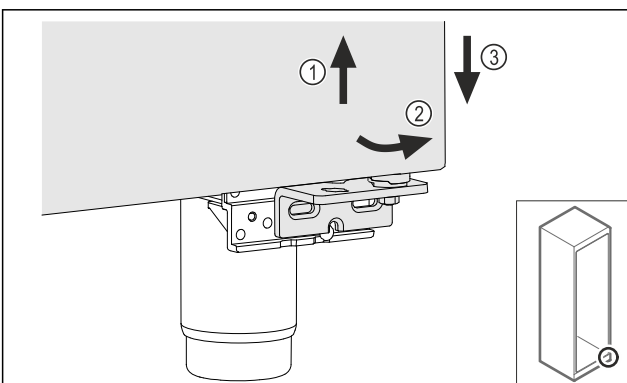

Fig. 24
- Soulever légèrement la porte Fig. 24 (1), la faire basculer vers l'avant Fig. 24 (2) et l'abaisser Fig. 24 (3).